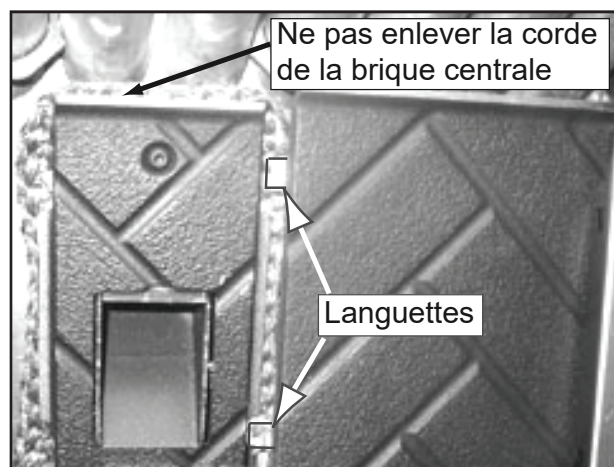

Figure 29.4
1. Placez la brique droite derrière le support droit, puis glissez-la vers la gauche pour que les languettes soient derrière la brique centrale. **Figure 29.4.**